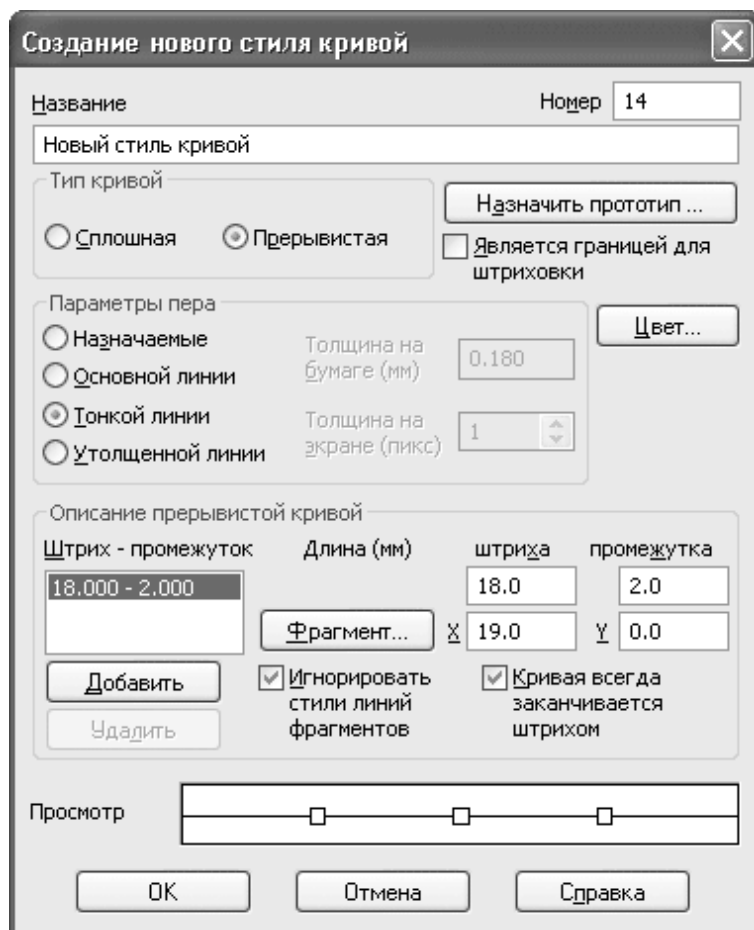

Рис. 2.28. Создание нового стиля линии
3. Щелкните на кнопке Новый. Перед вами должно появиться окно Создание нового стиля кривой (рис. 2.28), которое содержит параметры для создания собственного стиля линии: прототипа для стиля, тип кривой, параметры штрихов и промежутков, цвета линии и пр.